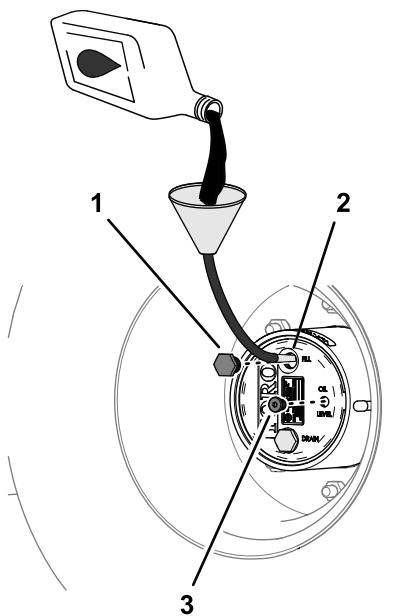

Bild 85
4. Wenn der Ölstand niedrig ist, entfernen Sie die Füllschraube und füllen Sie Öl der angegebenen Sorte ein, bis es aus dem Loch der Prüfschraube ausläuft (Bild 85), siehe Schmiermittelspezifikation für Planetengetriebe (Seite 69).
6. Setzen Sie die Füllschraube und die Prüfschraube ein (Bild 85).
1. Füllen Sie langsam das angegebene Getriebeöl in die Füllöffnung ein, siehe Bild 85 in Prüfen des Ölstands im Planetengetriebe \(Seite 69\).
3. Setzen Sie die Füllschraube und die Ölstandsschraube ein, siehe Bild 85 in Prüfen des Ölstands im Planetengetriebe \(Seite 69\).